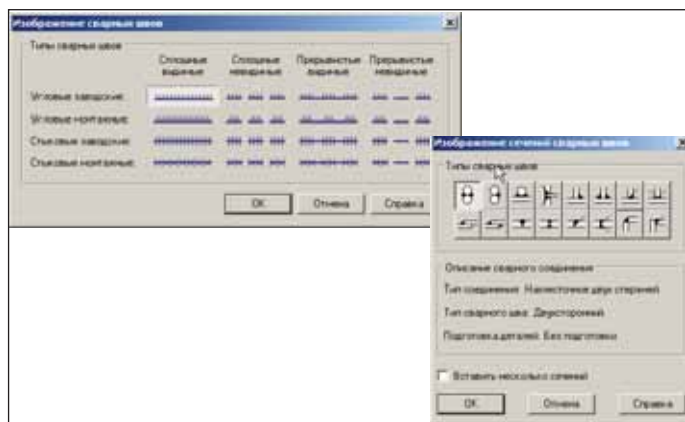

Рис. 23
- **Изображение сварных швов** — отрисовка сварных швов в соответствии с принятым масштабом в плане и в сечении (рис. 23);